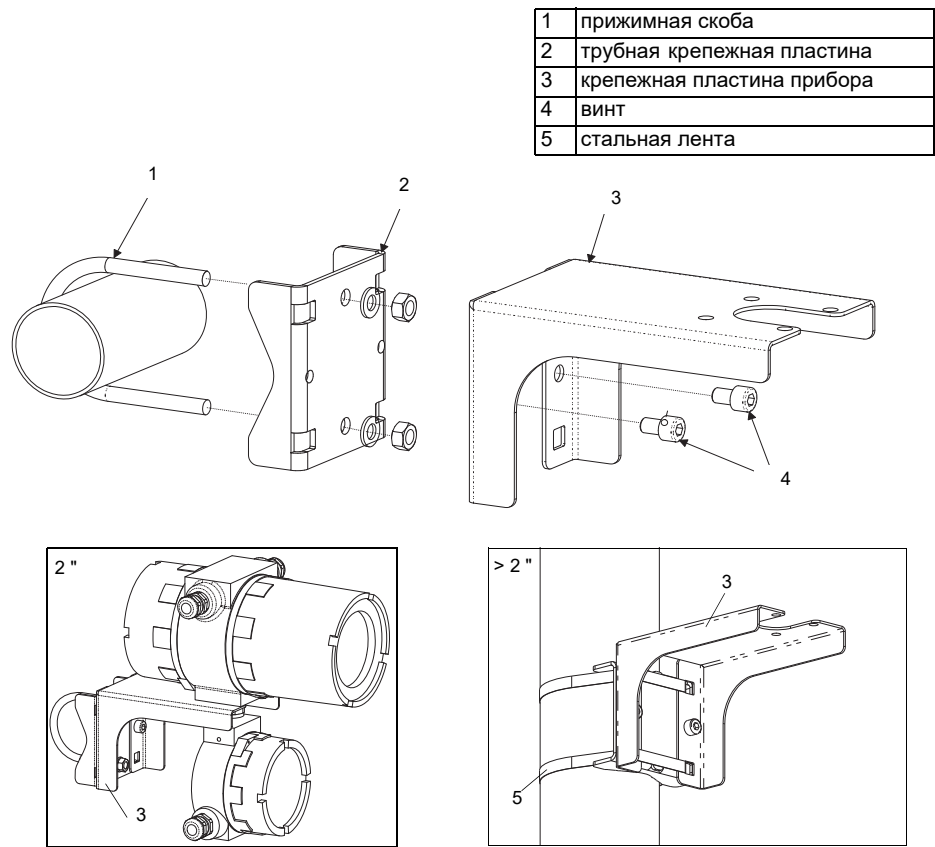

Рис. 6.1:Комплект монтажного крепления к трубе
- Закрепите нижнюю сторону верхнего корпуса к крепежной пластине прибора (3) (смотри Рис. 6.1).
- Прикрепите трубную крепежную пластину (2) к трубе (смотри Рис. 6.1).
- Прикрепите крепежную пластину прибора (3) винтами (4) к трубной крепежной пластине (2).
- Прикрепите нижнюю сторону верхнего корпуса к крепежной пластине прибора (3).
Монтажное крепление фиксируется на трубе стальными лентами вместо прижимной скобы (смотри Рис. 6.1). Вставьте стальные ленты (5) в отверстия в крепежной пластине прибора (3).